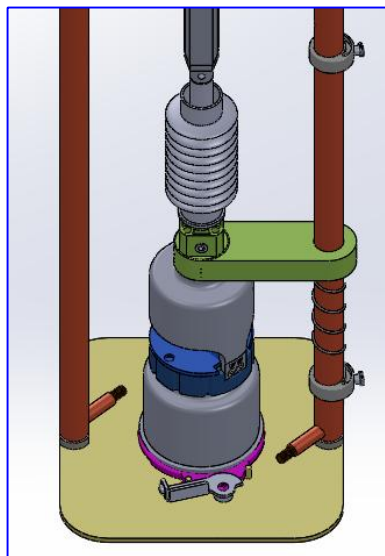

图 9
3) 在智能操作控制中心定容采集模式初始化完成后, 根据需求调节上滑动电极座的位置 (如图 9)。